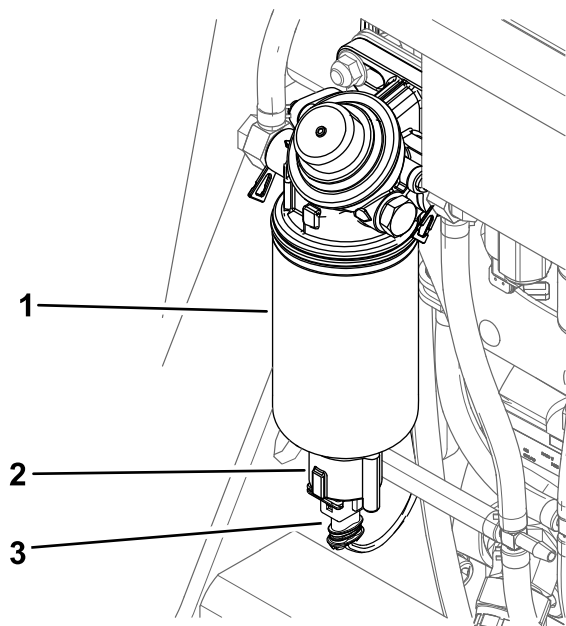

Figura 57
6. Desconecte el arnés de cables del separador de agua (Figura 57).
7. Desenrosque el interruptor de la parte inferior del cartucho del filtro y deje que se vacíe el agua (Figura 57).
8. Instale el interruptor (Figura 57).
9. Conecte el arnés de cables al interruptor (Figura 57).
6. Desenrosque el interruptor y vacíe el separador de agua (Figura 57).